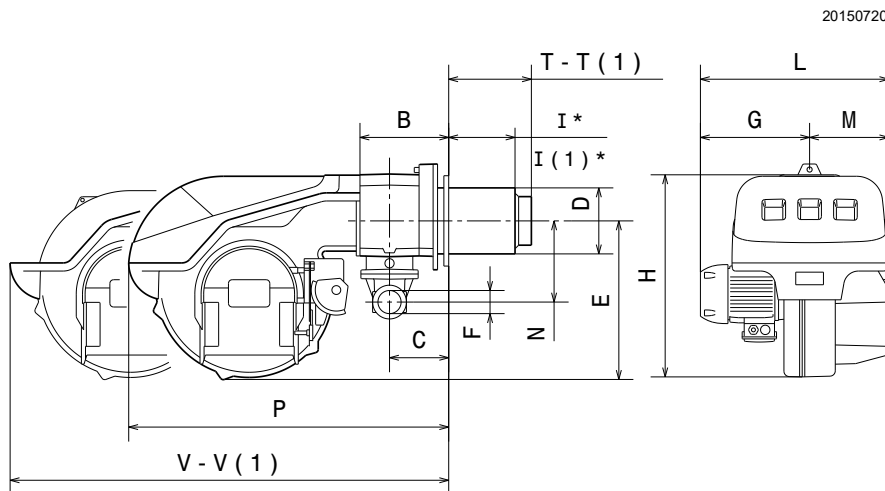

Рис. 1
Габаритные размеры горелки приведены на Рис. 1.
* Максимальную толщину дверцы котла указывает значение «l». (Рис. 1 на стр. 8).